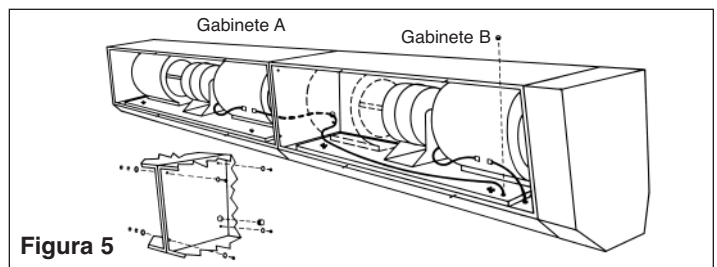

Figura 5
– Vea la Figura 5, página 5
– Vea la Figura 5